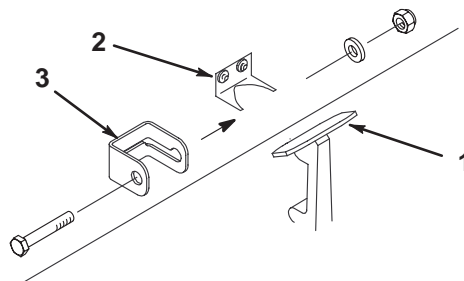

図 2
1. ブラケットからラッチを外す (図2)。
2. フード・ロック (図2) をラッチに合わせて入れる。
3. ラッチをブラケットに取り付け直す (図2)。
4. ロック・ブラケットにキャップスクリュー (1/4 x 1-1/2) を通し、平ワッシャ、ロックナットで締め付ける (図2)。